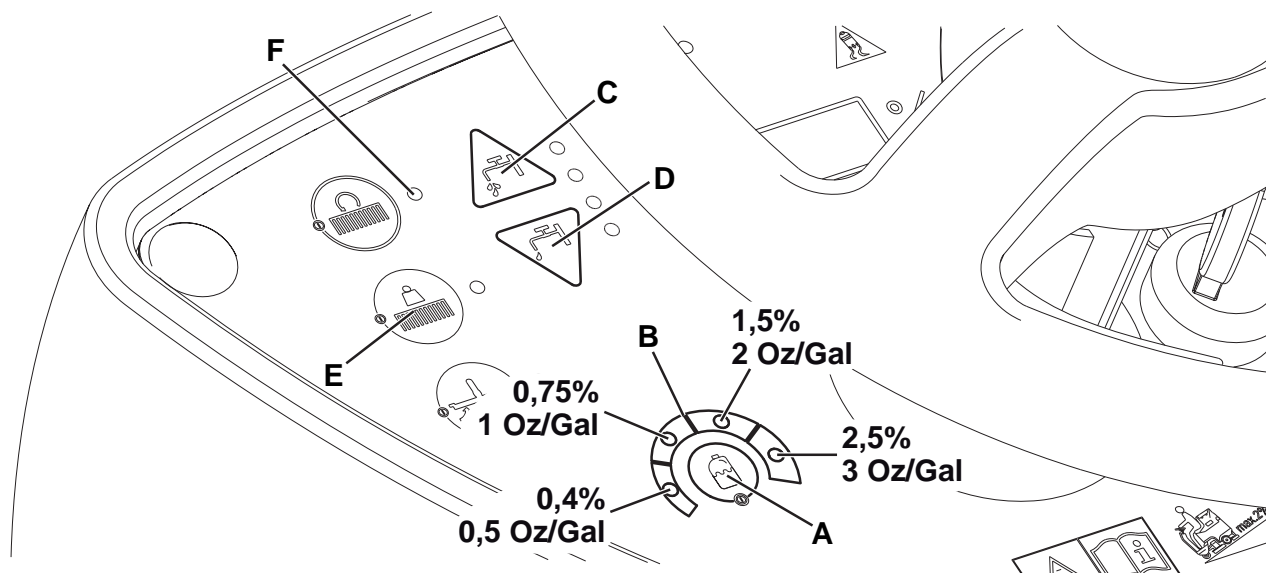

Figura 5
1. La concentración media de detergente ajustada cambia en correspondencia del LED sector (B) iluminado, como indicado en la figura 5.
2. Pulsar varias veces el interruptor (A) para cambiar la concentración de detergente hasta llegar al valor deseado, o resetear el detergente (todos los LED apagados).